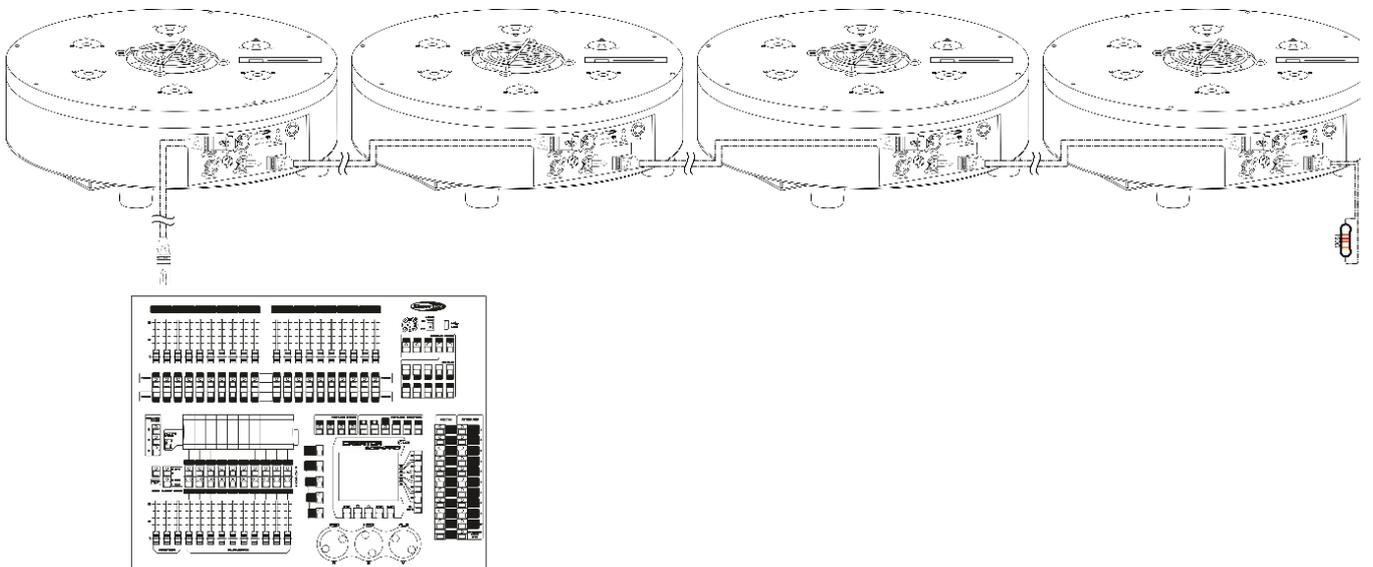

Fig. 04
- 04) Conecte las unidades entre ellas como se indica en la Fig. 04. Conecte un cable de señal DMX que vaya desde el conector DMX Out (salida) de la primera unidad al conector DMX In (entrada) de la segunda unidad. Repita este proceso para interconectar las unidades segunda, tercera y cuarta.